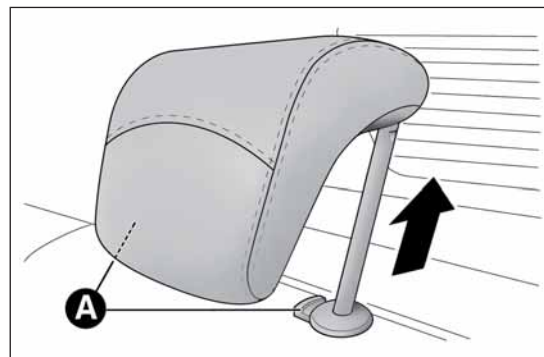

fig. 66
- solleva gli poggiatesta fino all'altezza massima, premi entrambi i pulsanti A fig. 66 a lato dei due sostegni, quindi rimuovi gli appoggiatesta sfilandoli verso l'alto;